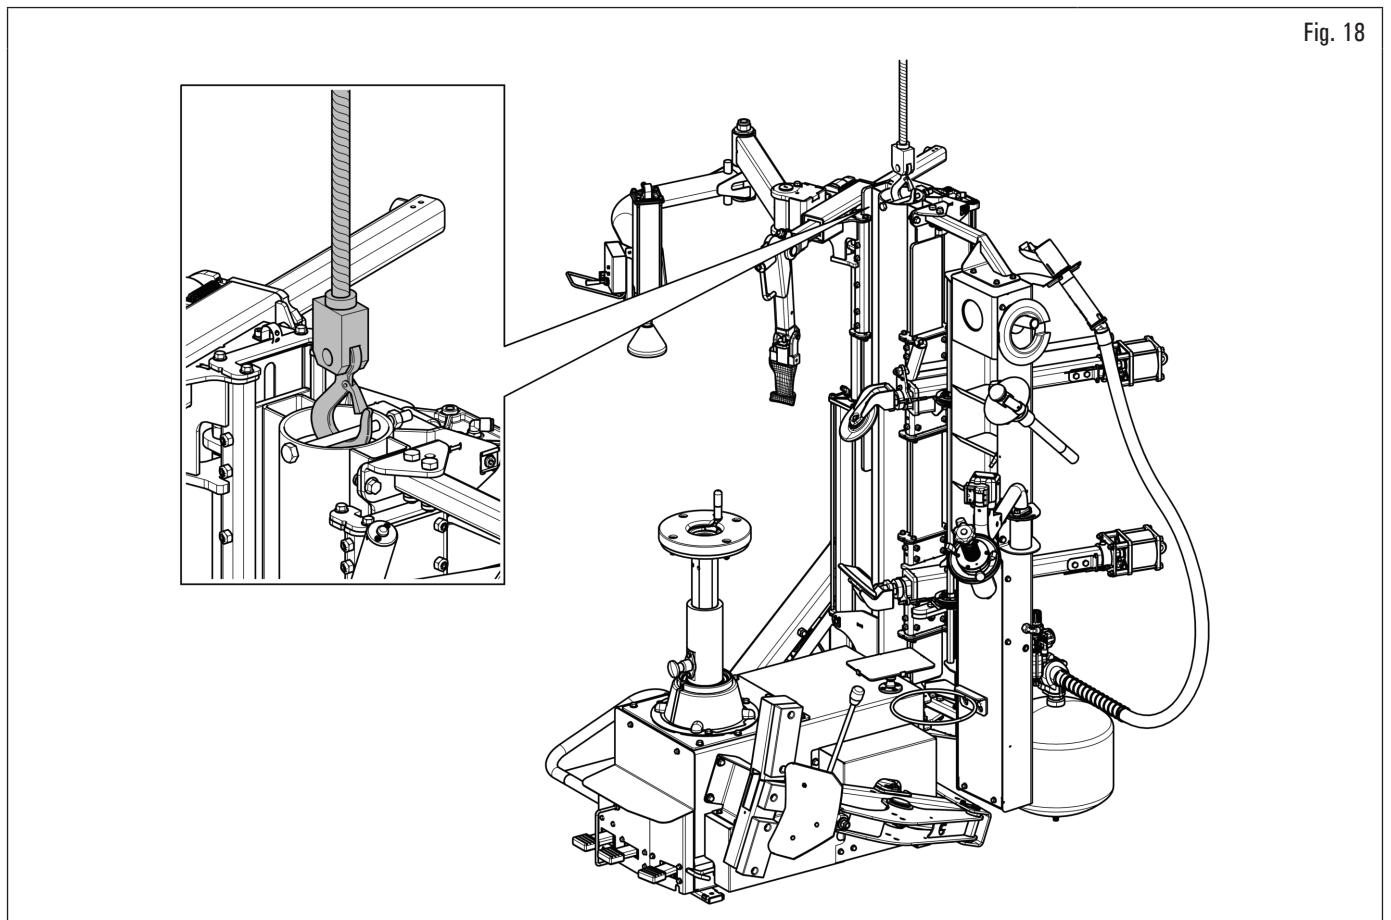

Fig. 18
- Utilizar correas con capacidad superior a 2500 kg (5500 lbs), como se indica en Fig. 18.